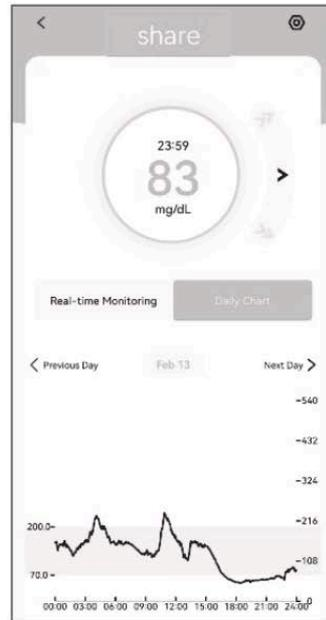

Abbildung 6. Tagesdiagramm in AnytimeFollow (Follow Anytime)
- Ihre Follower sehen Ihre Tageswerte und können ein Datum auswählen, um Ihre Diagramme, Ereignisaufzeichnungen und die Tagesansicht anzusehen, wie in Abbildung 6 gezeigt.